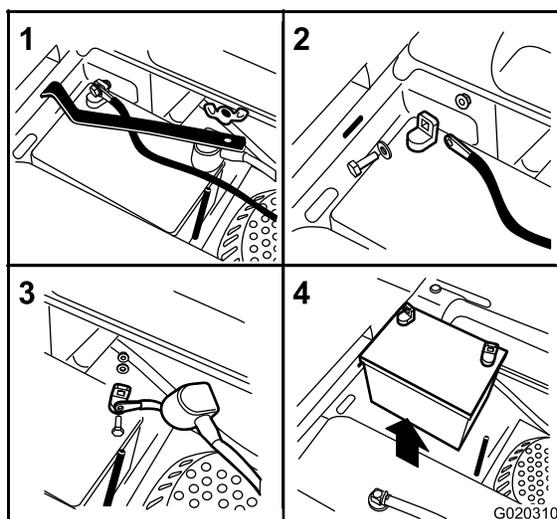

Figure 47
3. Retirez l'écrou à oreilles qui fixe la barrette de maintien de la batterie (Figure 47).
4. Déposez la barrette de maintien (Figure 47).
5. Commencez par débrancher le câble négatif (noir) de la borne négative (-) (noire) de la batterie (Figure 47).
6. Enlevez le capuchon rouge de la borne positive (rouge) de la batterie et débranchez le câble positif (+)(rouge) (Figure 47).
1. Placez la batterie dans son support en tournant les bornes à l'opposé du réservoir de carburant (Figure 47).
4. Fixez les câbles avec 2 boulons, 2 rondelles et 2 contre-écrous (Figure 47).
6. Reposez la barrette de maintien et fixez-la avec l'écrou à oreilles (Figure 47).